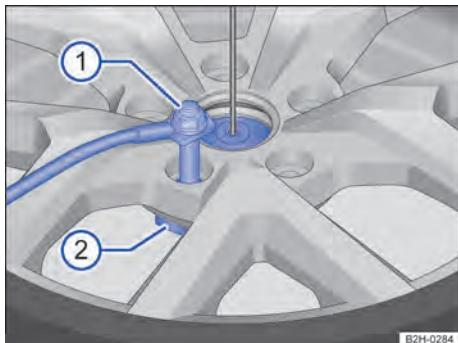

Fig. 178 Desaparafusar o parafuso de segurança com a chave de roda.
- Remover o parafuso de segurança → Fig. 178 ① do suporte do aro com ajuda da chave de roda das ferramentas de bordo → Página 285 no sentido anti-horário ②.